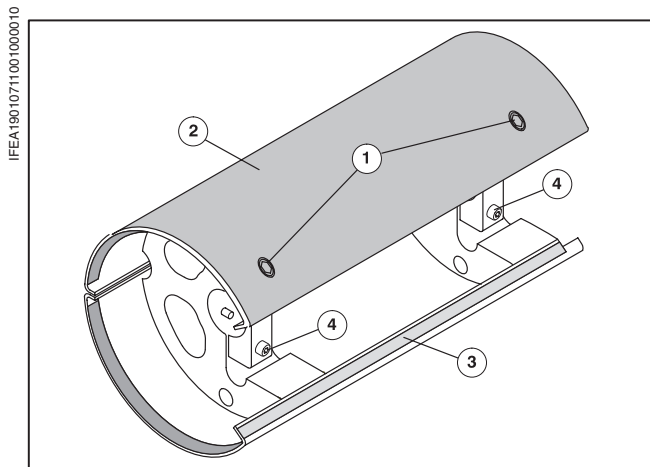

Рис. 30 Выводной барабан Super Blue
- ❶ Ослабить и вывинтить 4 винта с потайной головкой (Рис. 30/❶) на крышках.
- ❷ Снять крышку (Рис. 30/❷).
- ❸ Аналогично снять вторую крышку (Рис. 30/❸).
- ❹ На каждом крепежном элементе отвинтить оба винта с цилиндрической головкой (Рис. 30/❹) и снять крепежные элементы.